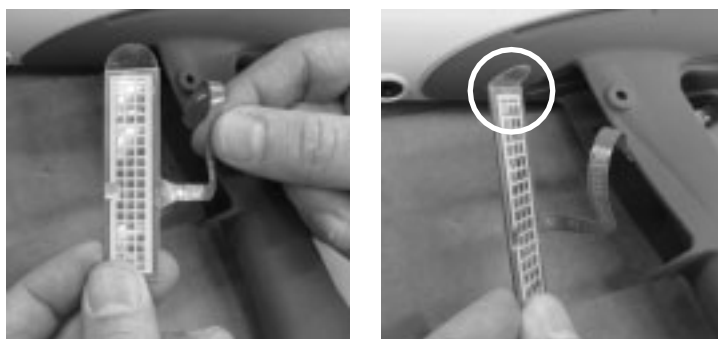

Figura 20 Instalarea comutatorului de declanșare– Pasul 3
3. A se vedea figura 20. Îndreptați cablul panglică, apoi îndoiți clapeta de tragere din partea superioară a comutatorului astfel încât să fie perpendiculară pe comutator.